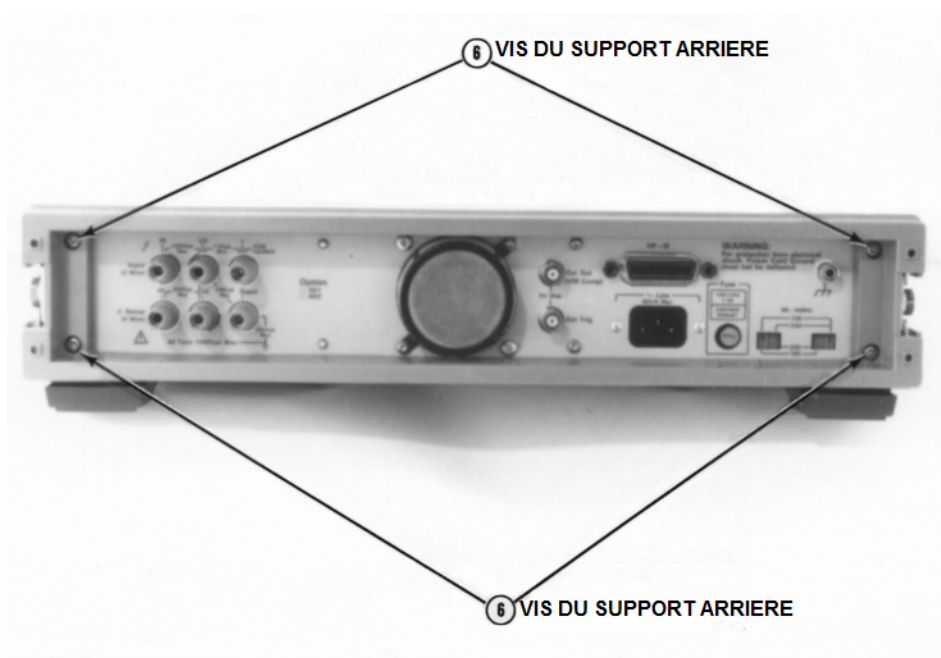

Figure C-4 Vue arrière du 3458A
- 8 Référez-vous à la **figure C-4**. Tournez l'instrument de façon à ce que son côté arrière soit face à vous.
- 5 Référez-vous à la **figure C-4**. Tournez le Keysight 3458A de façon à ce que sa face arrière soit face à vous.